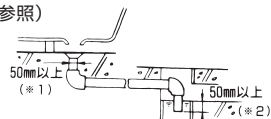

図1
(図1 ※1参照)
- 排水配管の途中には下水ガスが浴室内に逆流しないよう必ずトラップ(封水深50mm以上)を設けてください。(図1 ※2参照)
② 直接排水の場合は、あらかじめ浴槽の排水金具にソケットやエルボをねじ込み配管をセットしてください。